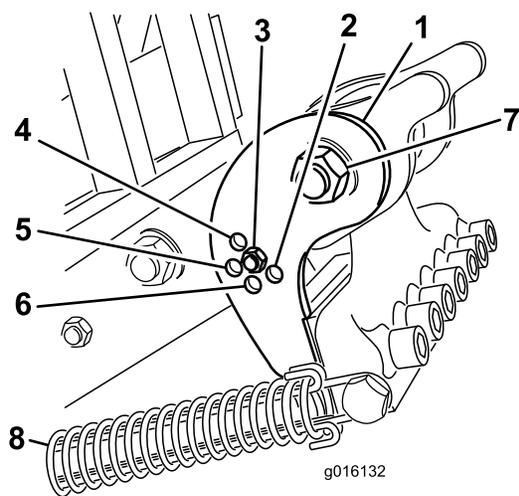

Рисунок 35
Установите дугообразный кронштейн (Рисунок 35) в надлежащее положение, исходя из длины используемых зубьев. Упор вала устанавливается в одно из пяти предусмотренных положений путем выбора отверстия, через которое пропускается регулировочный стержень. Эти отверстия обеспечивают только предварительную установку; например, используя 10-дюймовый зуб в том же положении, что и 12-дюймовый, можно получить более гладкий газон; все зависит от условий применения.
3. Снимите пружину растяжения с аэраторного вала (Рисунок 35).
4. Извлеките гайку и болт из регулировочных отверстий в дугообразном кронштейне (Рисунок 35).